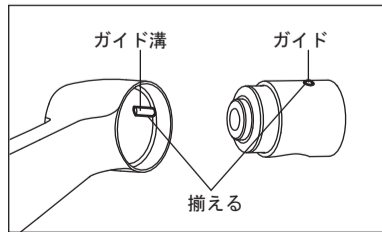

図11
- 8) 新しいカートリッジをガイドとガイド溝を合わせてヘッドに真っ直ぐ挿し込みます。(図11)